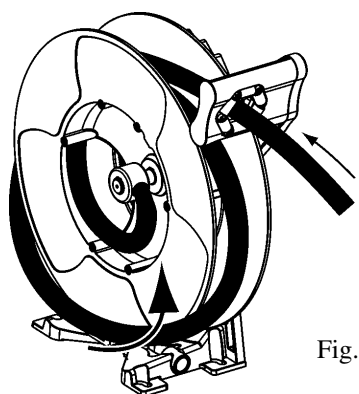

Fig. 13
2. Push the hose back through the hose outlet and make another loop on the spool (Fig. 13).
2. För tillbaka en del av slangen genom slangstyrningen och lägg en till ögla på rullen (Fig. 13). Montera tillbaka slangstyrningen på fästet.